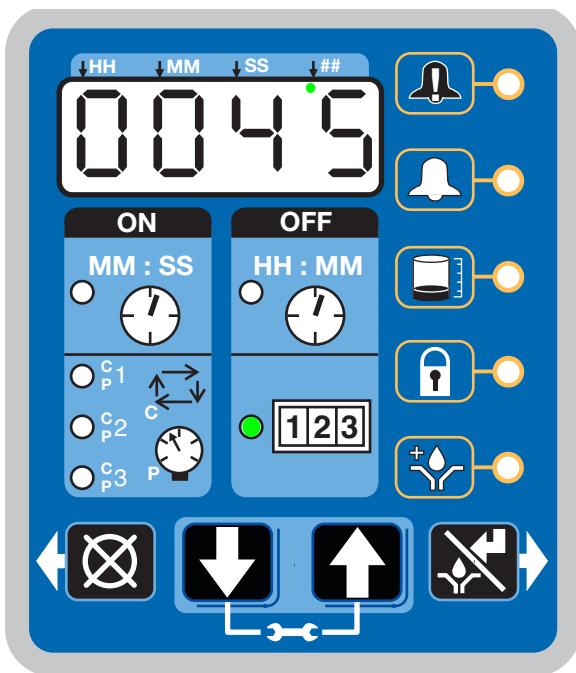

ABB. 47
- Es leuchtet die LED neben dem Feld „1-2-3“ auf (ABB. 47).
Das Beispiel in ABB. 47 zeigt eine verbliebene Anzahl von 0045 Maschinentaktzählungen an.
- Wurde Maschinentaktzählung eingestellt, dann leuchtet die LED von Feld „1-2-3“ auf (ABB. 47, Seite 56).